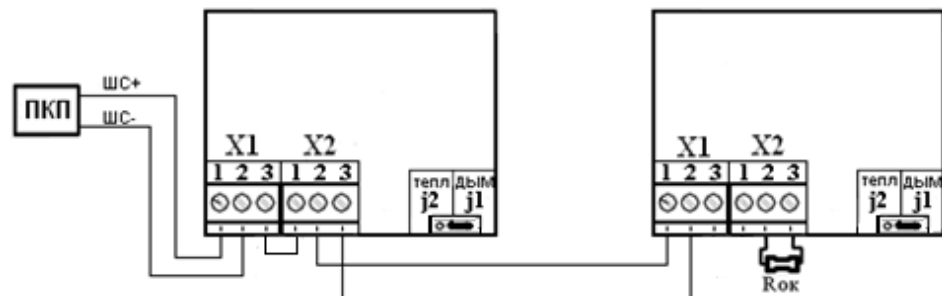

Рисунок 3
2) схема 2 – имитация активного дымового извещателя. Сигнализация осуществляется путём уменьшения внутреннего сопротивления извещателя (рисунок 3).